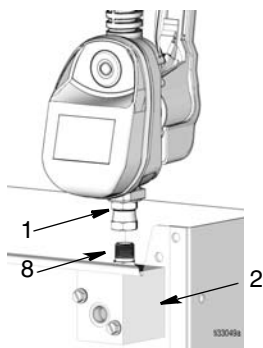

FIG. 20
5. Scollegare il raccordo (1) dal nipplo del tubo (8) nel collettore (2) come mostrato in FIG. 20.